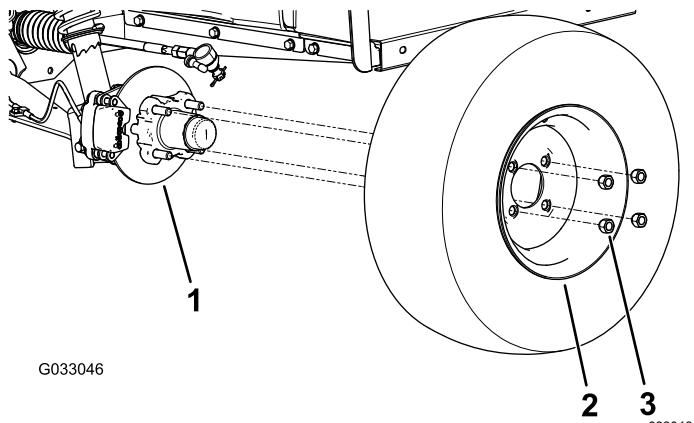

Bild 29
2. Nehmen Sie die vier Radmuttern ab, mit denen das Rad an der Radnabe befestigt ist (Bild 29).
4. Flachten Sie die Löcher im Rad mit den Bolzen der Nabe aus und montieren das Rad so an der Nabe, dass das Reifenventil außen ist (Bild 29).
5. Befestigen Sie das Rad mit den Radmuttern an der Nabe (Bild 29).